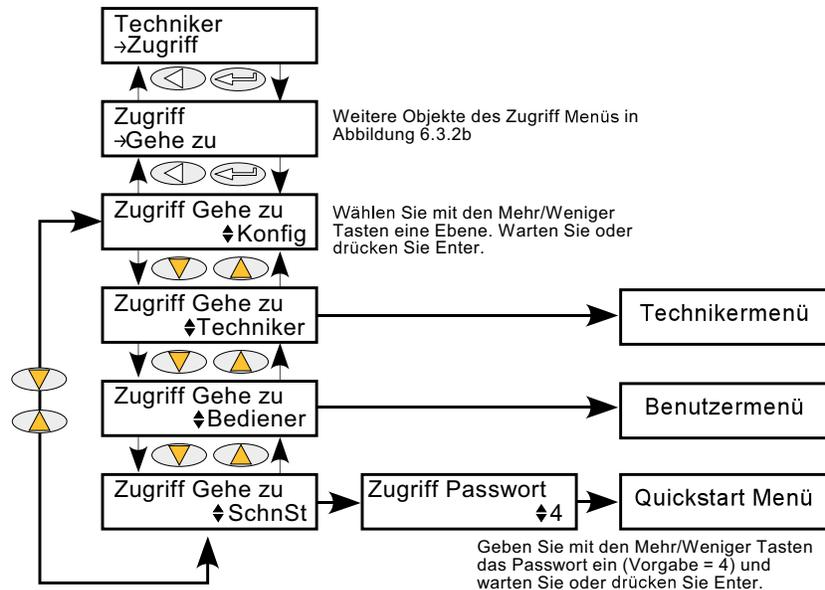

Abbildung 6.3.2a Gehe zu Menü
1. Verlassen des Konfigurationsmenüs, um mit „Gehe zu“ auf eine andere Zugriffsebene zu wechseln. Bediener- und Technikermenüs erfordern keine Passwörter, da ihre Sicherheitsstufe geringer ist als die des Konfigurationsmenüs. (Abbildung 6.3.2a zeigt die Menüstruktur.)